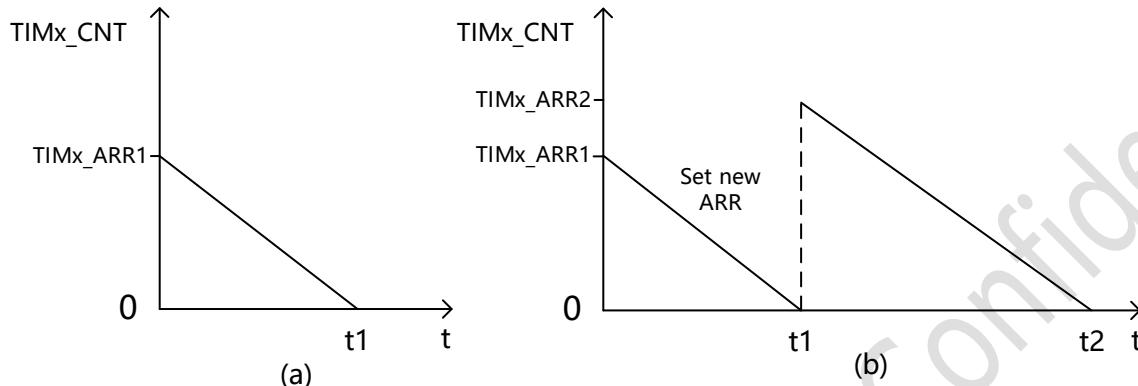

图 10-2 (a)单次计数模式, (b)周期计数模式
- 自动装载值寄存器(TIMx\_ARR)在计数过程中可以被修改, 但直到下一个计数周期才会正式生效。如图 10-2(b)所示, 如果在 0-t1 之间的某个时刻设置新的装载值, 那么直到 t1 时刻才会将其赋值给计数器。